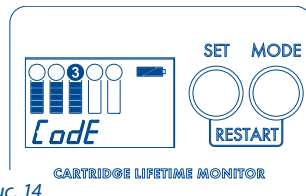

Рис. 14
- b. Нажать и удерживать кнопку MODE до звукового сигнала, после этого появится надпись Code (Рис. 14).